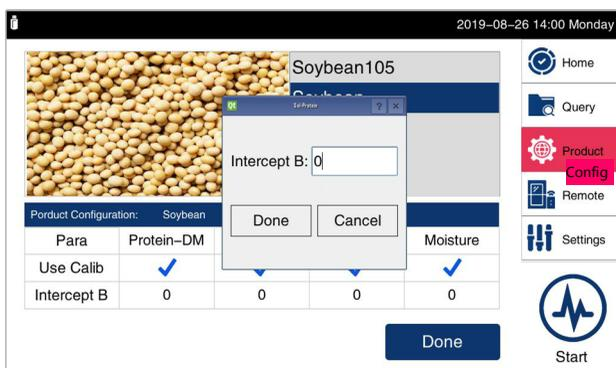

Рис. 8. Ввод значения поправочного коэффициента
- 4) Введите рассчитанный поправочный коэффициент для соответствующего показателя (Рис. 8).